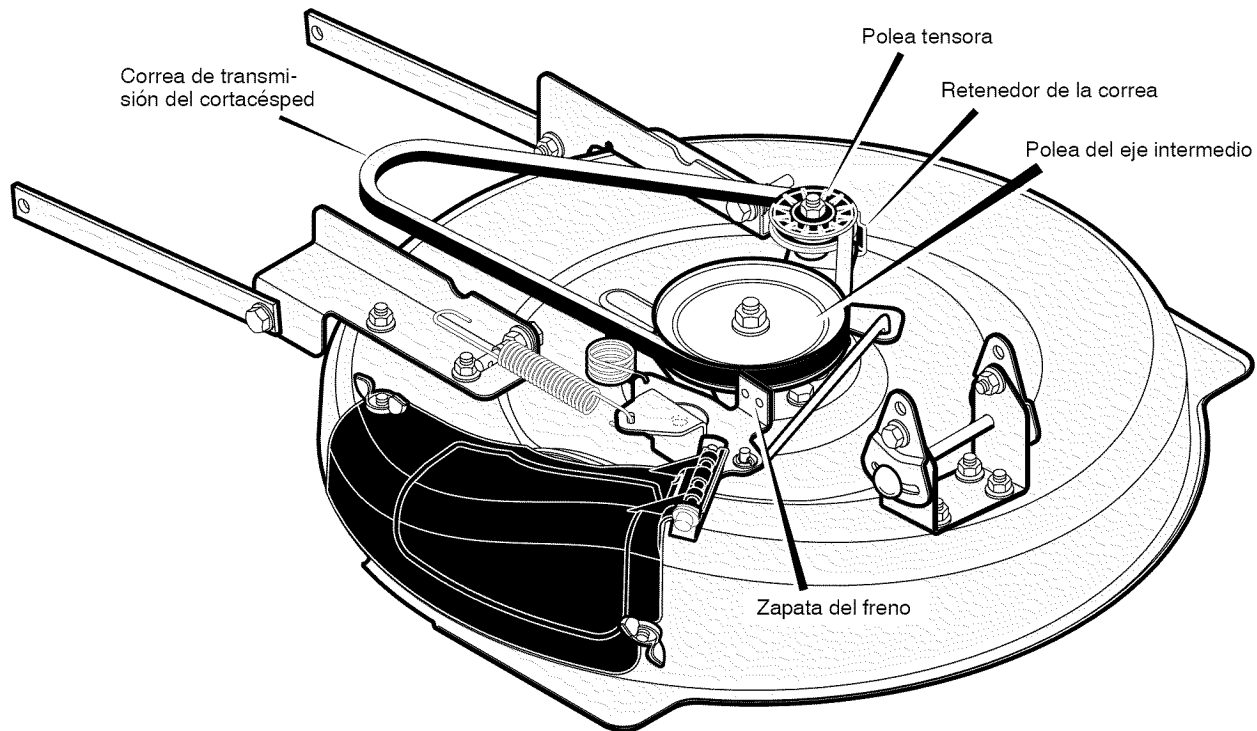

Figura 75
2. Separe el **retenedor de la correa** de la **polea tensora** y saque la **correa de transmisión** (Figura 75).